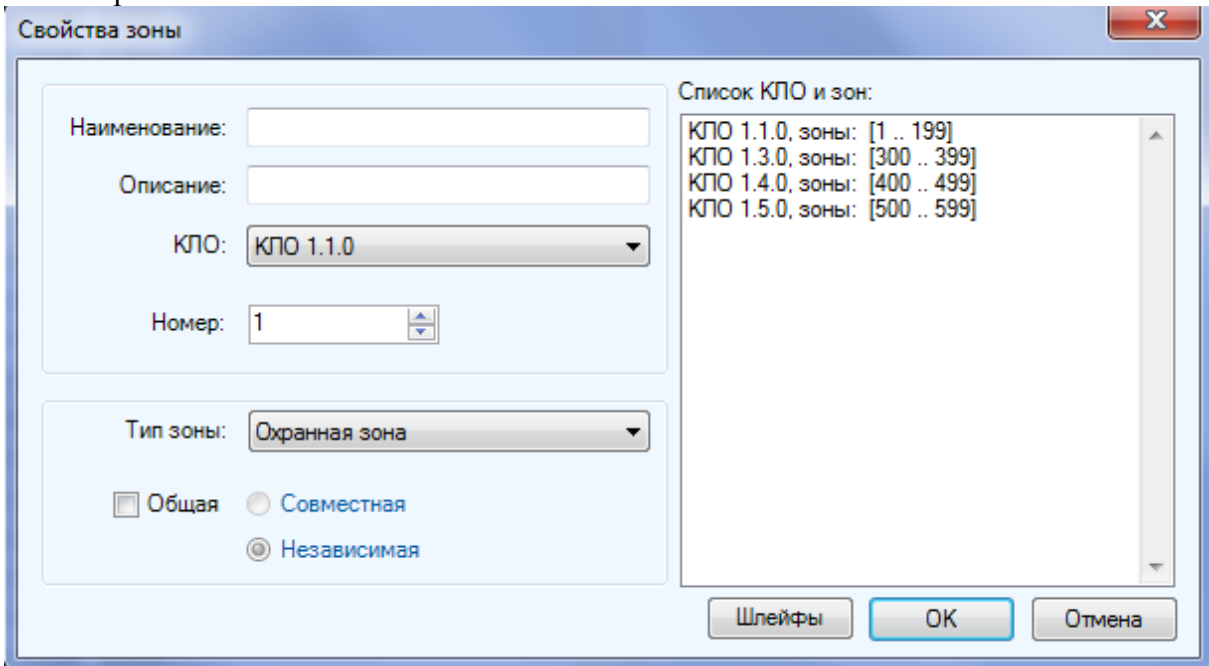

Рисунок 66. Окно свойств зоны охраны.
- Из окна свойств АОБ (Рисунок 66);